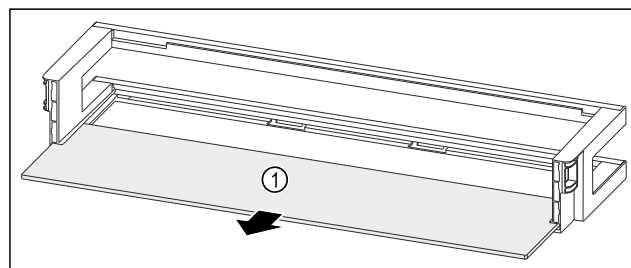

Fig. 96 Dørhylde med hylde
- ▶ Tag hylden Fig. 96 (1) ud.